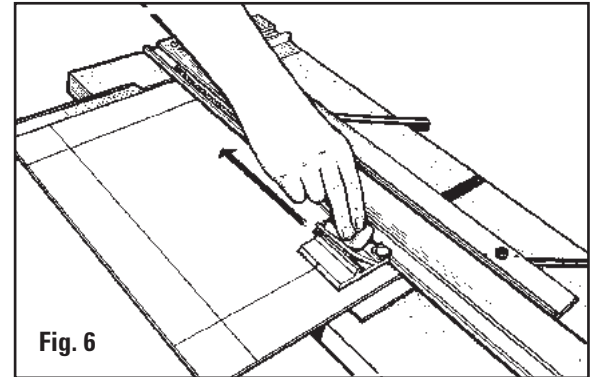

Fig. 6
- Relâchez le goujon anti-glissement et tirez la tête de découpe vers vous jusqu'à ce que le repère de début et de fin s'aligne avec la ligne tracée sur la feuille à passe-partout la plus proche de vous. NE DÉPASSEZ PAS CETTE LIGNE ! **Fig. 6**
- Lassen Sie den Kriechschutzstift los und ziehen Sie den Schneidekopf zu sich hin, bis die Start- und Stopp-Anzeigelinie mit der Ihnen am nächsten liegenden Linie auf dem Passepartoutkarton. GEHEN SIE NICHT ÜBER DIESE LINIE HINAUS! **Abb. 6**
- Libere el Pasador Anti-Arrastre y tire del cabezal del corte hacia usted hasta que la línea Indicadora de Inicio y Parada se alinee con la línea en la lámina perimétrica más cercana a usted. ¡NO VAYA MÁS ALLÁ DE LA LÍNEA! **Fig. 6**
- Rilasciare il perno anticiclivo e tirare la testa di taglio verso di voi finché l'indicatore di inizio e di fine non si allinei con la linea sul cartoncino più vicina a voi. NON SUPERARE LA LINEA! **Fig. 6**